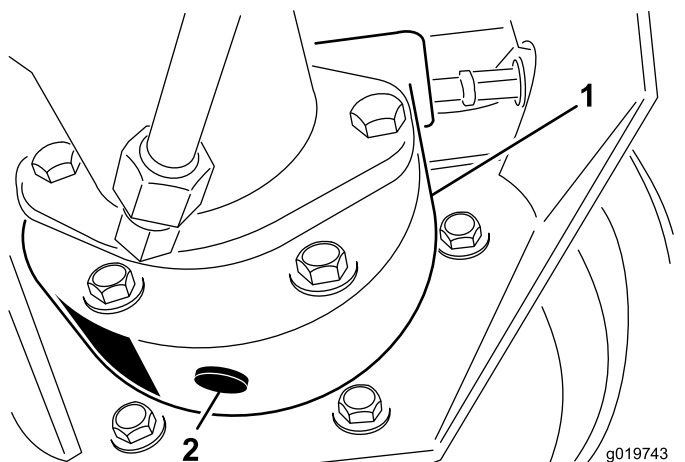

図 44
3. ブレーキハウジングの下に容器を置き、プラグを外してオイルを抜く 図 44。